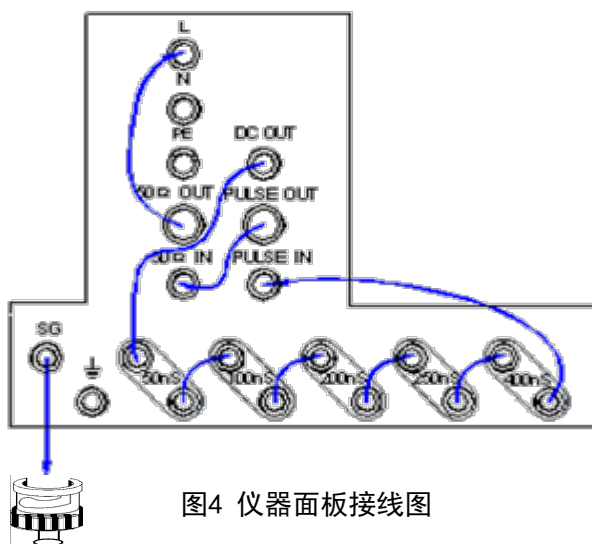

图4 仪器面板接线图
- 1) 耦合输入连接器“L、N、PE”（见图4）
- 2) 脉冲发生器的脉冲输出端“PULSE OUT”（见图4）
- 3) 为脉冲形成电路提供高压DC电源“DC OUT”（见图4）
- 4) 脉冲发生器的脉冲输入端“PULSE IN”（见图4）